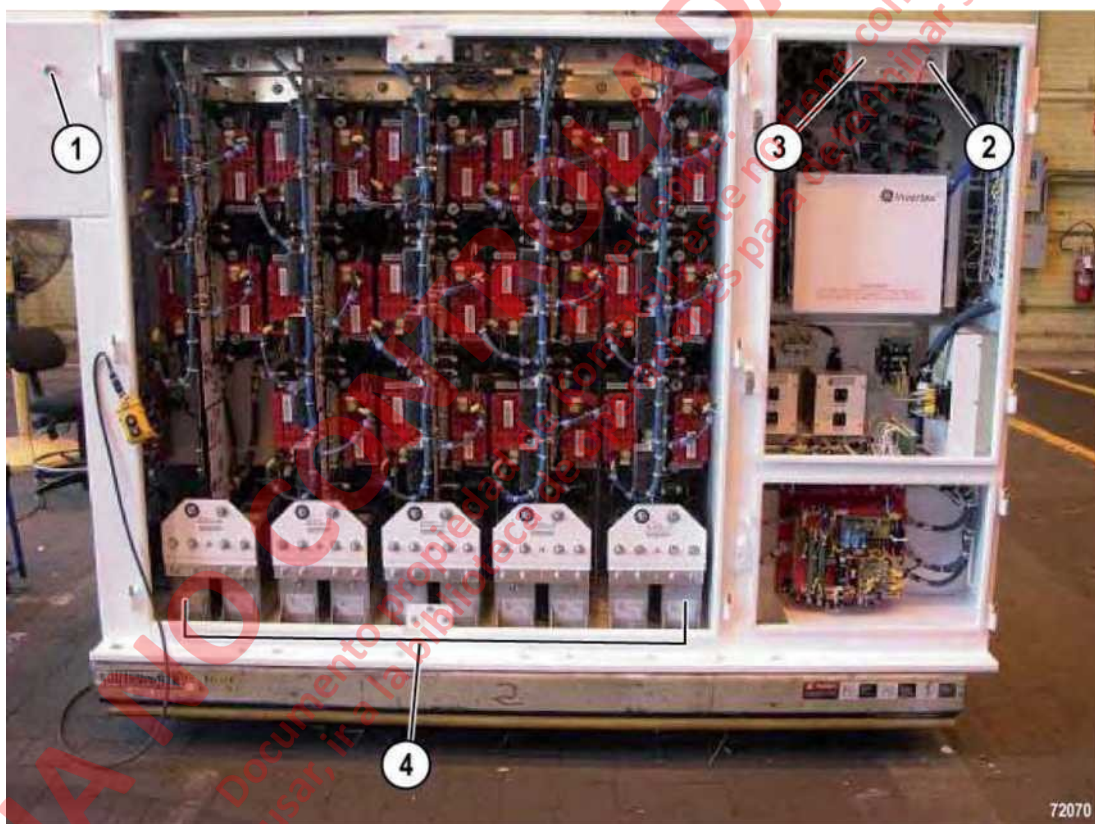

FIGURA 3-6. LUCES DE CARGA DEL CONDENSADOR
2. Observe ambas luces de carga del condensador (CCL1, CCL2). CCL1 está en el exterior de la caja del contactor. CCL2 está en el panel de interruptores dentro del área de baja tensión. Las luces permanecerán iluminadas mientras la tensión el enlace de DC es mayor de 50 VDC. Refiérase a la figura 3-6.